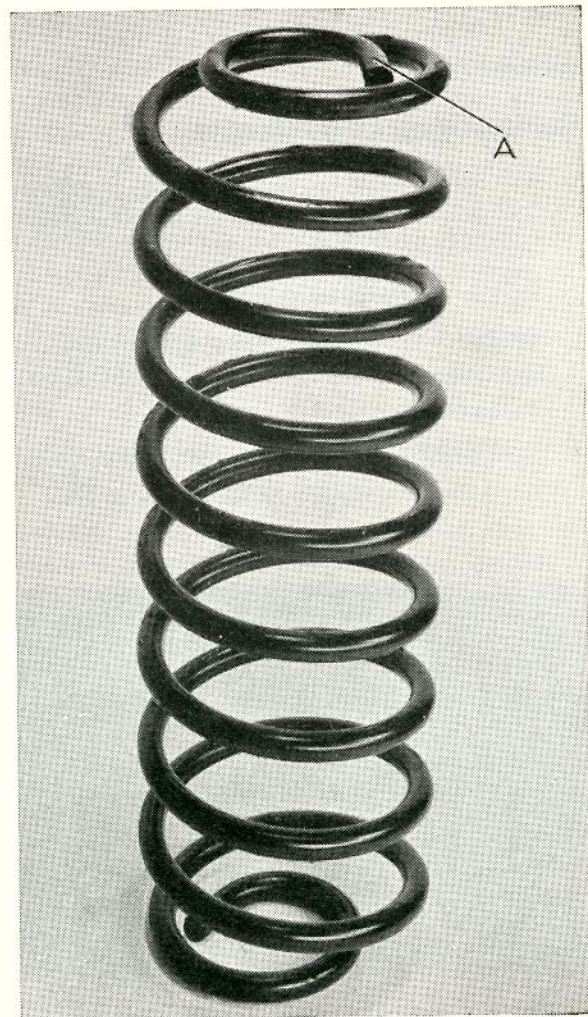

Bild 6. Bakfjäder, PV 544 **VOLVO 20237**
1. Placera fjädern och gummimellanlägget (4) på sin plats och skruva fast fjädern vid karossen. Fjäders raka del (A, bild 6) skall peka snett inåt vagnen.